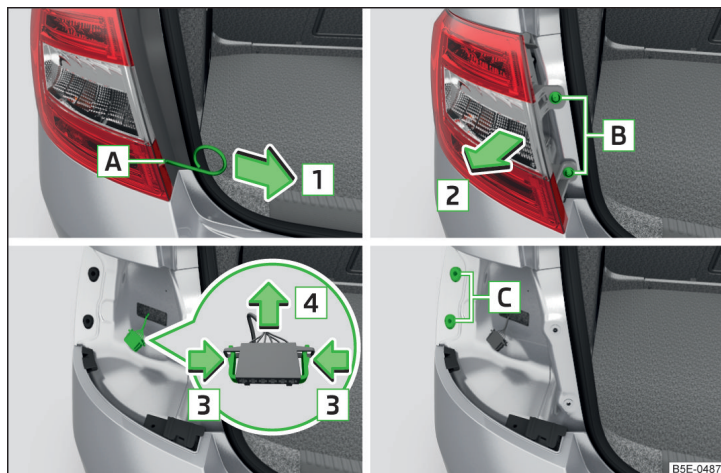
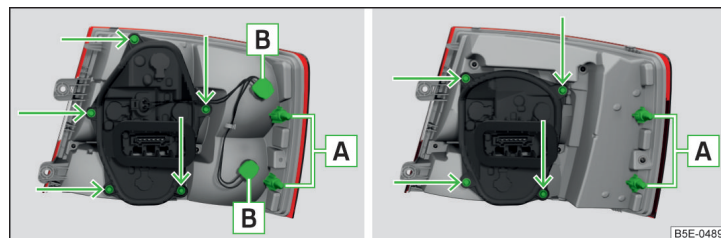

Fig. 226 Desmontar la lámpara / Quitar el conector
Fig. 227 Parte exterior de la lámpara: lámpara ambiente / lámpara con diodos LED
- Introducir en la apertura **A**¹⁾ » fig. 226 el estribo para retirar los tapacubos integrales » página 221, *Equipo de herramientas a bordo*.
- Introducir la lámpara con la espiga **A** » fig. 227 de la página 245 en la toma **C** » fig. 226 en la carrocería.
- Gire el portalámparas **[B]** » fig. 227 en el **sentido contrario** al de las agujas del reloj y extraígalos de la carcasa.
- Desenrosque el portalámparas » fig. 227 con el destornillador del equipo de herramientas a bordo y extraiga el portalámparas de la lámpara.